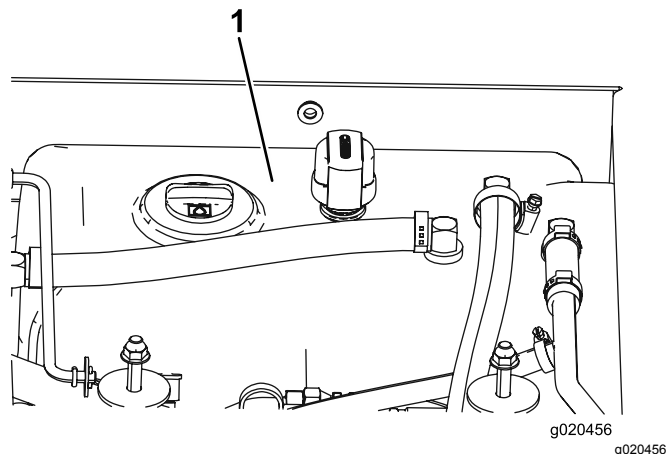

Figura 117
4. Llene el depósito (Figura 117) con fluido hidráulico; consulte Mantenimiento del sistema hidráulico (página 81).